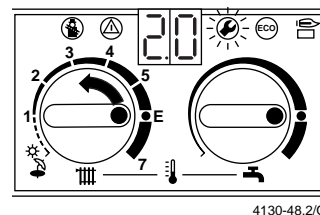

Figura 50
- Rodar o regulador de temperatura para o avanço do aquecimento até aparecer „2.0“, 5 segundos depois aparece o tipo de funcionamento regulado „0.“, isto significa funcionamento normal (figura 50).